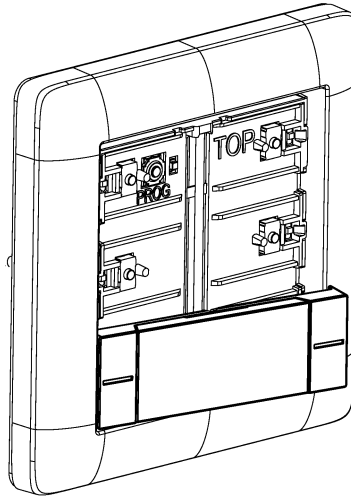

Bild 8: Bedienwippe seitlich anlegen
- Bedienwippe seitlich anlegen (siehe Bild 8).